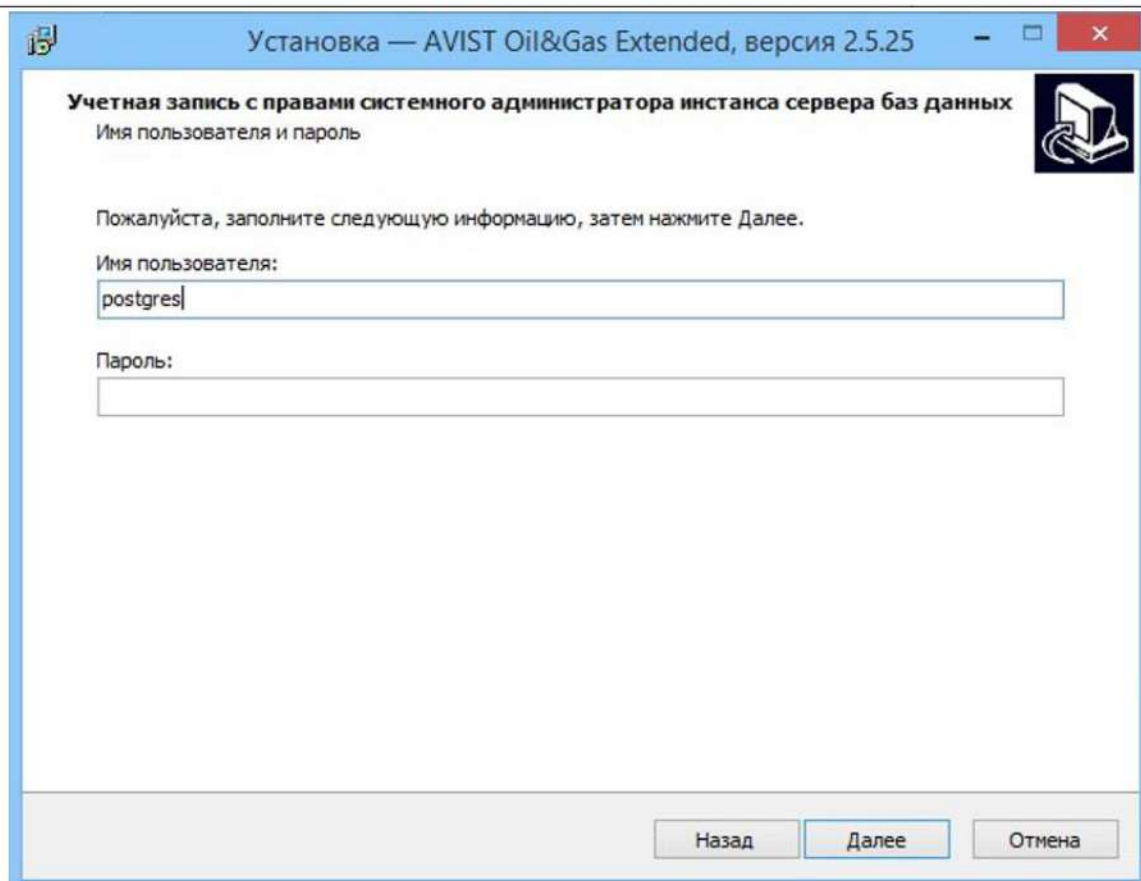

Рисунок 23 - Окно ввода данных учетной записи системного администратора Сервера баз данных
- 8) Ввести данные учетной записи, обладающей правами администратора экземпляра Сервера баз данных, нажать кнопку «Далее» (Рисунок 23).